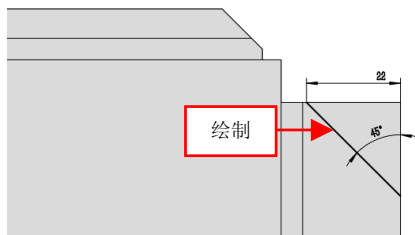

图 13-67 绘制草图对象
(20) 单击【拉伸切除】按钮, 选取前视基准面, 进入草图绘制环境, 绘制草图对象, 如图 13-67 所示。